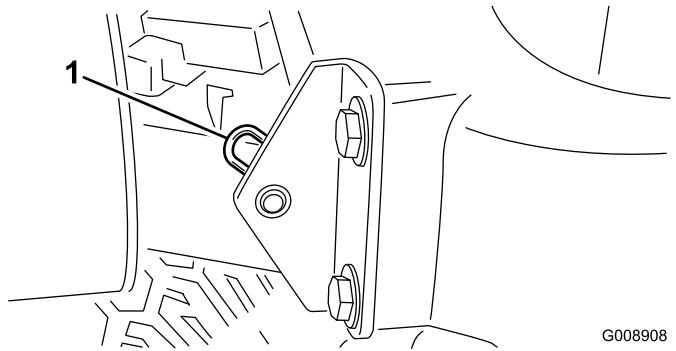

Figura 43
2. Togliete la caviglia che fissa il perno del cofano alle staffe di montaggio (Figura 43).